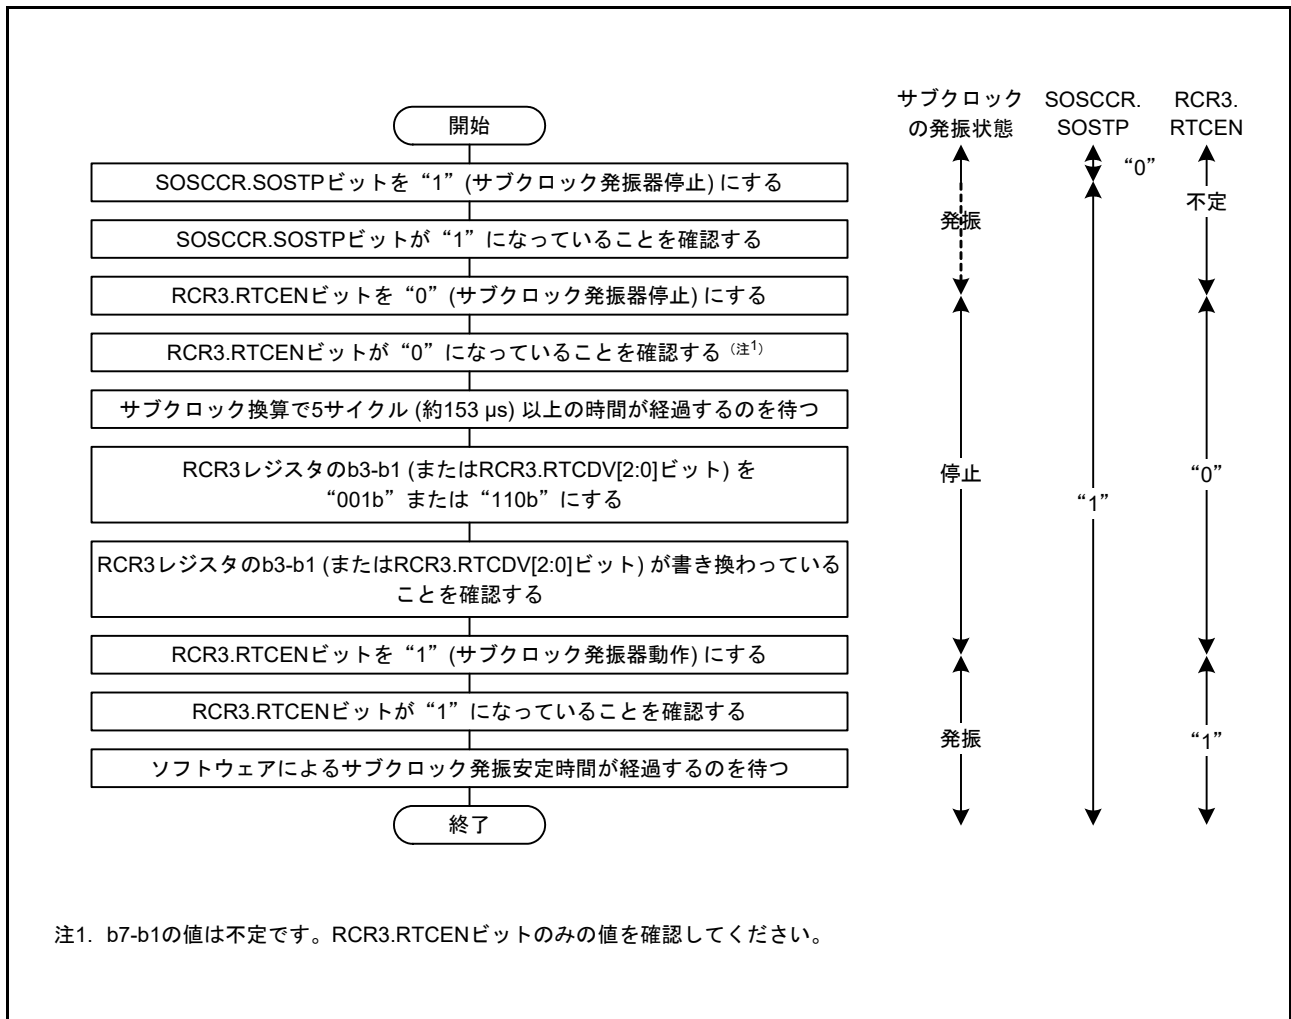

図 9.11 サブクロックをリアルタイムクロックのカウンタソースのみに使用する場合の初期化フローチャート例
- サブクロックをリアルタイムクロックのカウンタソースのみに使用する場合は、図 9.11 のフローチャートの例に従って初期設定してください。その後、「26.3.2 クロックとカウンタモード設定手順」に記載されたクロック設定手順に従って設定してください。